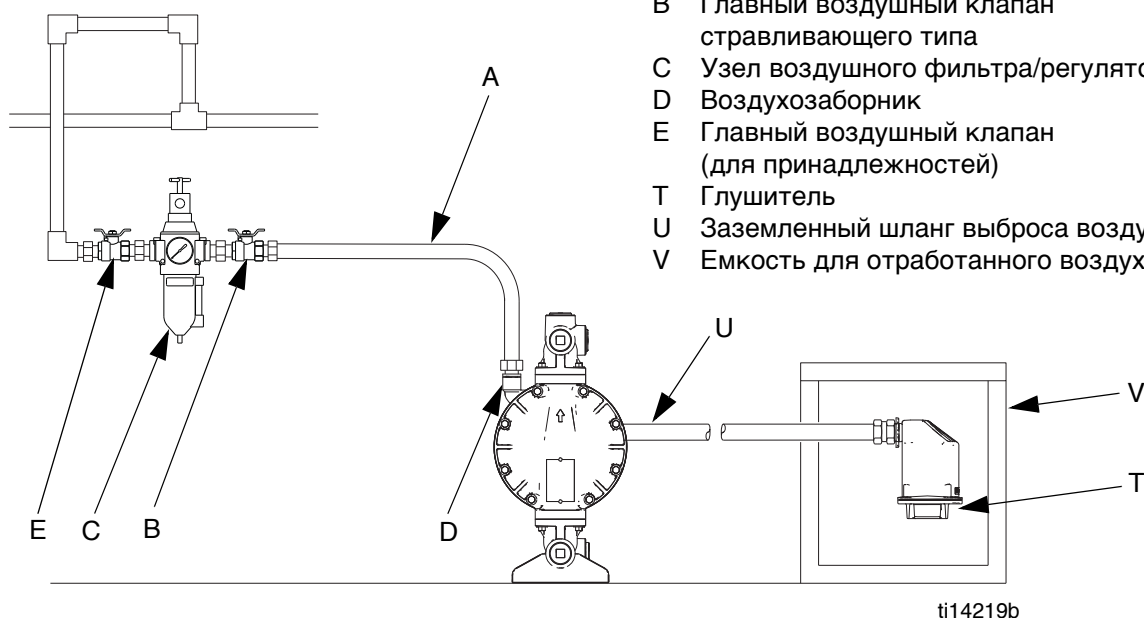

Рис. 3. Отвод отработанного воздуха
1. Подсоедините линию подачи воздуха к насосу (A, Рис. 3, стр. 10).
2. Вставьте трубы с наружным диаметром 5/32 в фитинг на каждый регулировочный клапан (113).